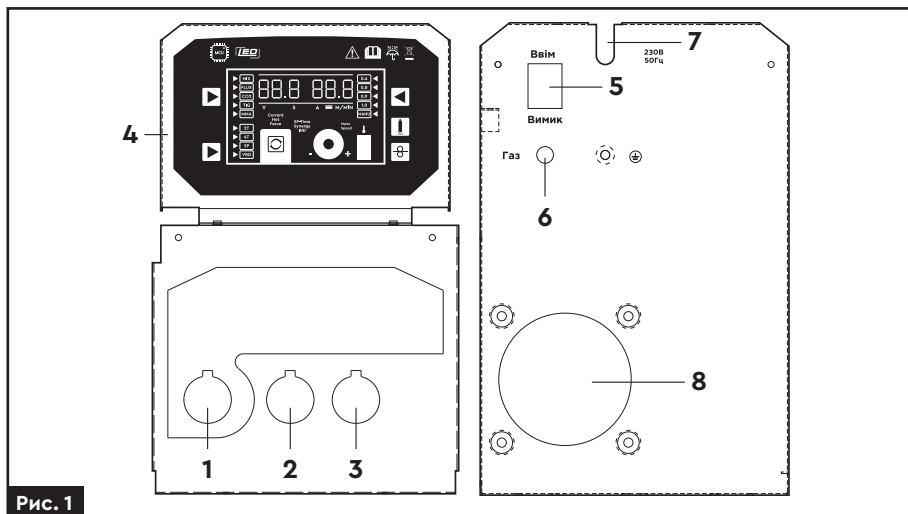
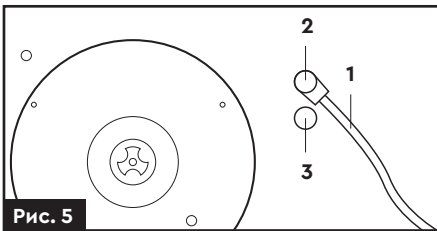

Рис. 1
Рис. 5
Вибір полярності пальника (рис. 5)
Підключіть байонетний роз'єм кабелю маси до клеми «+» (3) (рис. 1), якщо Ви підключили кабель вибору полярності до чорного гвинта (3) (рис. 5). Підключіть байонетний роз'єм кабелю маси до клеми «-» (2) (рис. 1) якщо Ви підключи-
ли кабель вибору полярності (1) до червоного гвинта (2) (рис. 5).